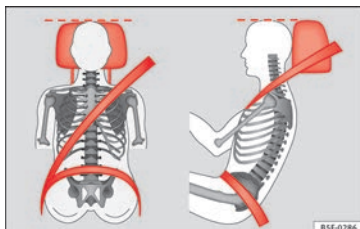

Abb. 84 Richtig eingestellte Kopfstütze von vorne und seitlich betrachtet.
- Stellen Sie die Kopfstützen so ein, dass sich die Oberkante der Kopfstütze möglichst auf einer Linie mit dem oberen Teil des Kopfes, jedoch nicht niedriger als Augenhöhe befindet » Abb. 84.